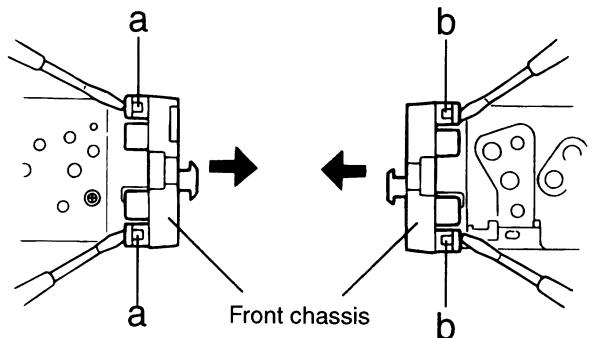
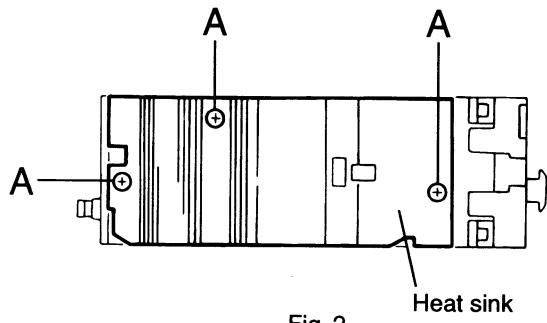

Fig. 1
Fig. 2
- If the speaker wiring in your car is as illustrated in Fig. 1 and Fig. 2 below, DO NOT connect the unit using that original speaker wiring. If you do, the unit will be seriously damaged.
- Ist die Lautsprecherverdrahtung wie unten in Fig. 1 und Fig. 2 abgebildet, das Gerät NICHT mit der Originalverdrahtung der Lautsprecher anschließen, da sonst das Gerät schwer beschädigt wird.
- Si le câblage des enceintes de votre voiture est réalisé comme montré sur la Fig. 1 ou Fig. 2 ci-dessous, NE CONNECTEZ PAS l'appareil en utilisant ce câblage original d'enceintes. Si vous le faites, l'appareil sera sérieusement endommagé.
### ■ Removing the Front Chassis (See Fig. 1)
### ■ Removing the Heat Sink (See Fig. 2)